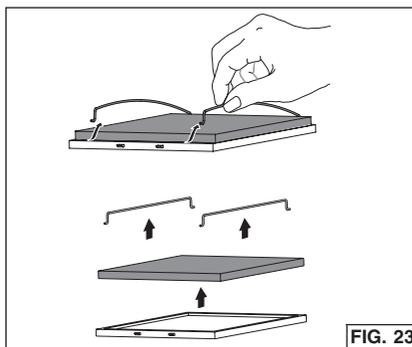

FIG. 23
2. Positionnez un filtre sans conduits derrière chaque filtre à graisses. Fig. 23.